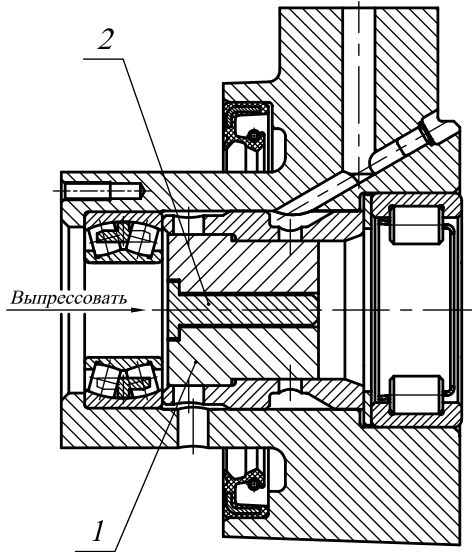

Рис. 11. Выпрессовка распорной втулки
9. Отвернуть болты 19 крепления упорного фланца 16, выпрессовать наружную распорную втулку 21 и наружную обойму заднего подшипника. Во избежании передачи осевого усилия при через сепаратор переднего подшипника, выпрессовку необходимо проводить с помощью специального приспособления, как показано на рис. 11 и 12. После этого извлечь из корпуса передний подшипник.